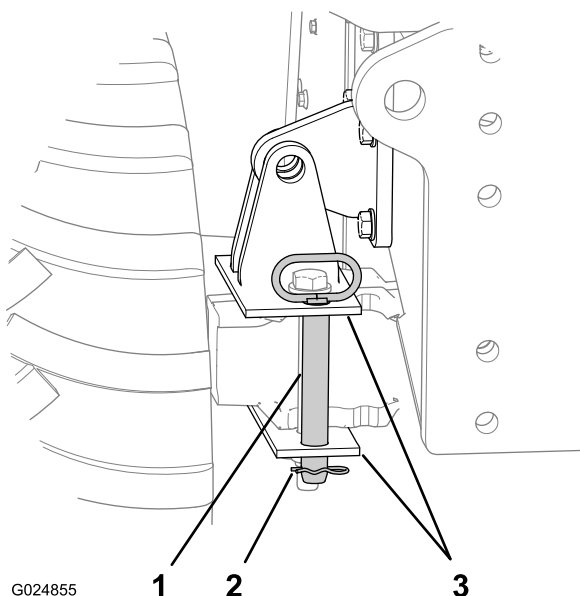

Figura 45
2. Rimuovete la coppia dal perno di blocco dell'inclinazione (Figura 45).
1. Inserite il perno di blocco dell'inclinazione attraverso i fori verticali nella staffa di blocco dell'assale (Figura 45).
2. Fissate il perno alla staffa di blocco con la coppiglia (Figura 45).